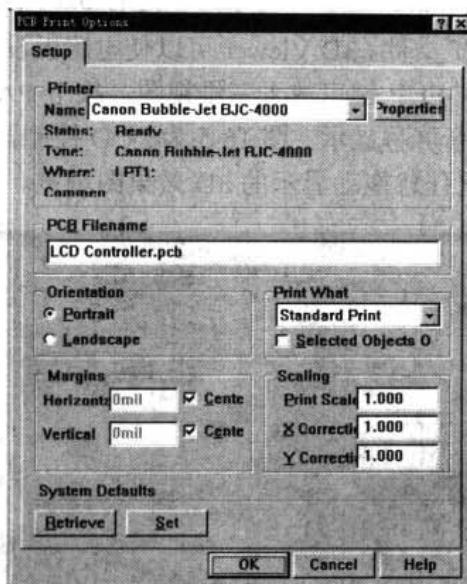

图 16-3 PCB Print Option (打印机设置) 对话框
(3) 执行 File | Setup Printer 命令, 系统即弹出如图 16-3 所示的 PCB Print Options (打印机设置) 对话框。